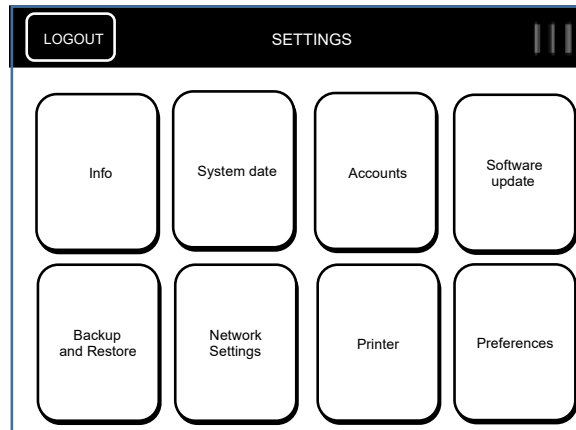

Figura 12 - Pagina Admin Settings (Impostazioni amministratore)
*ADMIN* è abilitato alla modifica delle impostazioni del dispositivo ma non a eseguire misure né accedere al database. Per eseguire il test con il dispositivo è necessario creare ulteriori account di utenti. Il login di *ADMIN* dà accesso alla pagina Settings (Impostazioni), relativa alle impostazioni (Figura 12). Selezionare *LOGOUT* dalla barra di intestazione per uscire dalla pagina Settings (Impostazioni).